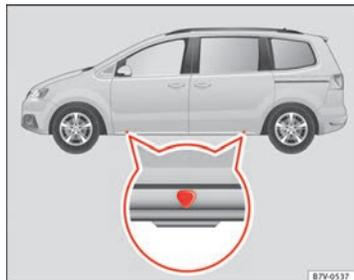
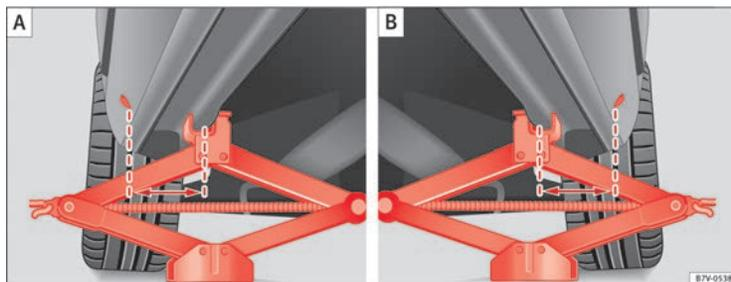

Fig. 185 Puntos de apoyo del gato.
Fig. 186 A: gato colocado en la parte delantera izquierda del vehículo B: gato colocado en la parte trasera izquierda del vehículo.
El gato sólo se debe colocar en los alojamientos indicados (marcas en la carrocería) ⇒ fig. 185. La marca indica la posición de los puntos de apoyo **debajo** del vehículo. Los puntos de apoyo se encuentran en los nervios situados **detrás** de los cantos delanteros ⇒ fig. 186. Utilice en cada caso el punto de apoyo respectivo de la rueda a cambiar ⇒  $\Delta$ .
5. Busque debajo del vehículo el punto de apoyo para el gato ⇒ **fig. 185** que se encuentre más próximo a la rueda que vaya a cambiar.
7. Asegúrese de que el pie del gato quede por completo firmemente apoyado en el suelo, y de que esté colocado exactamente debajo del punto de apoyo ⇒ **fig. 186**.
8. Centre el gato y siga subiéndolo con la manivela hasta que la garra abarque el nervio situado debajo del vehículo ⇒ **fig. 186**.
- Coloque el gato únicamente en los lugares descritos. La garra del gato debe quedar asegurada, abarcando el nervio del refuerzo de los bajos ⇒ **fig. 186**.